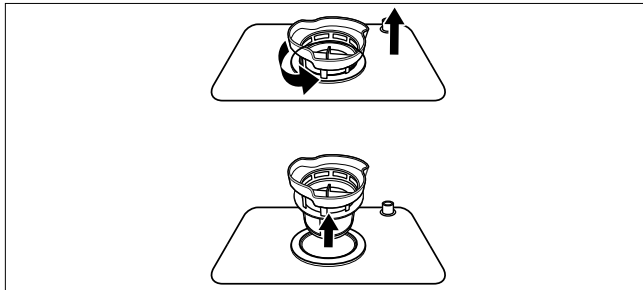

Fig. 24 – Rimozione del filtro
- ▶ Per estrarre il filtro, ruotare il microfiltro in senso antiorario ed estrarlo (vedere la Fig. 24).